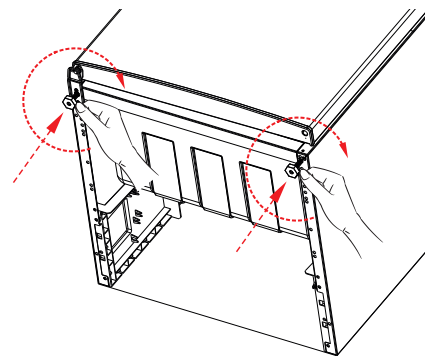

Fig. 19
- ▶ Sæt apparatfødderne i igen, og skru apparatfødderne let ind i urets retning (fig. 19).